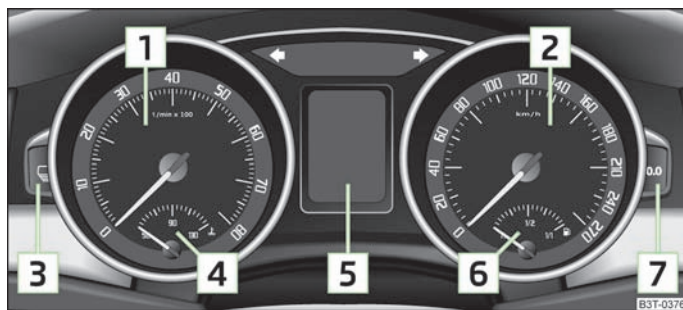

Fig. 2 Combiné d'instruments
La zone rouge du cadran du compte-tours  » fig. 2 représente la zone dans laquelle le calculateur du moteur commence à limiter le régime moteur. Le calculateur du moteur limite le régime moteur à des valeurs limites sûres.
■ L'indicateur de température du liquide de refroidissement  » fig. 2 ne fonctionne que si le contact est mis.
La jauge de carburant  » fig. 2 ne fonctionne que si le contact est mis.
Pour remettre l'affichage du totalisateur kilométrique journalier à zéro, appuyez sur la touche  » fig. 2 pendant plus d'1 seconde.
Vous pouvez à tout moment faire afficher le kilométrage et le nombre de jours restants jusqu'à la prochaine échéance de maintenance au moyen de la touche  » fig. 2.
Vous pouvez remettre à zéro l'affichage de la périodicité des entretiens au moyen de la touche de remise à zéro  » fig. 2.